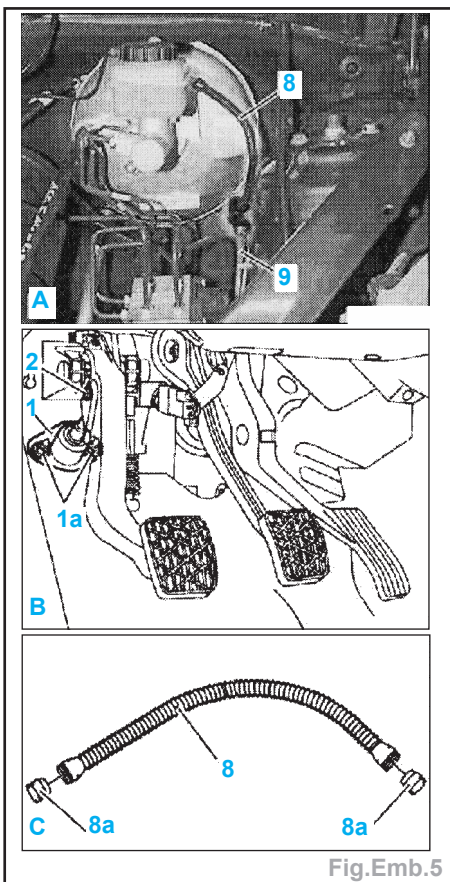

Fig.Emb.5
- Débrancher le flexible (8) et la conduite (9), le connecteur en retirant l'agrafe de fixation (Fig.Emb.5).